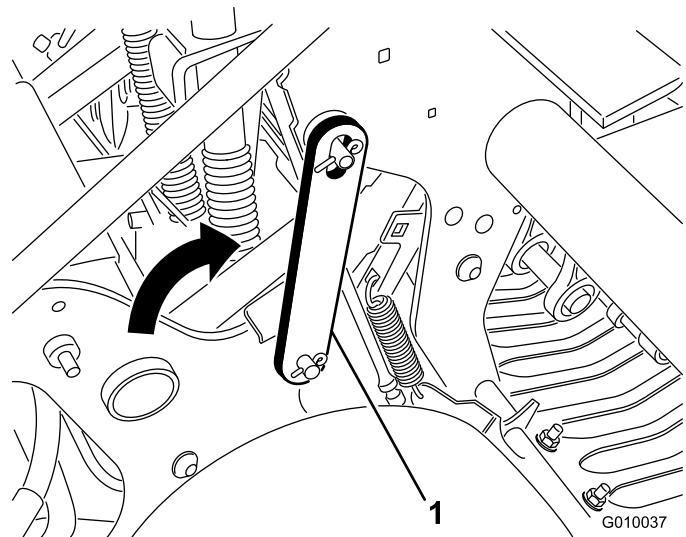

図 22
3. ラッチを後ろ向きに回転させて、コアリング・ヘッドのピンにはめ込む(図22)。クリップ・リングで固定する。